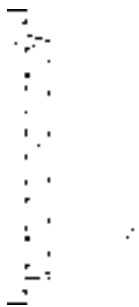

图 11-60 绘制正三角形
① 绘制多边形。单击“绘图”工具栏中的“多边形”按钮，在实体旁边空白处绘制一个正三角形，其边长为“2”，如图 11-60 所示。